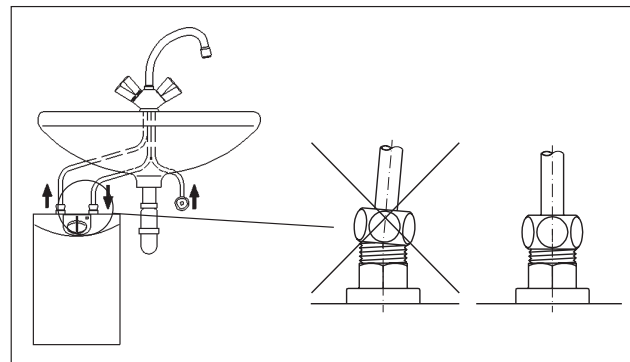

Abb. 5
- Speicher mit Aufhängeleiste senkrecht, Wasseranschlüsse nach oben (Abb. 5), montieren.
Durch Vertauschen der Anschlüsse (Abb. 5) wird der Warmwasserspeicher funktionsunfähig oder zerstört (Wasserschaden).